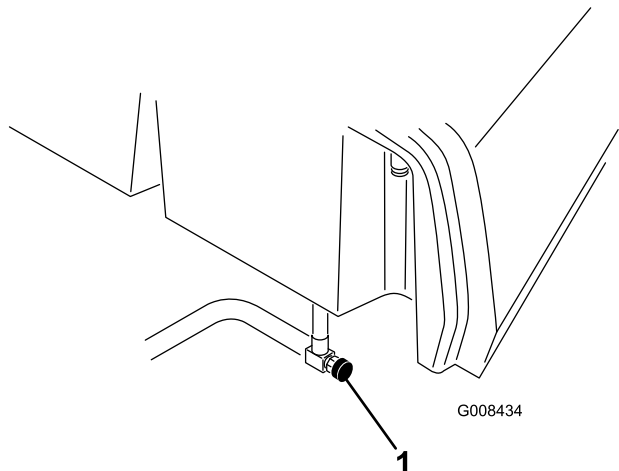

Рисунок 36
1. Закройте клапан отключения подачи топлива, расположенный под топливным баком (Рисунок 36).